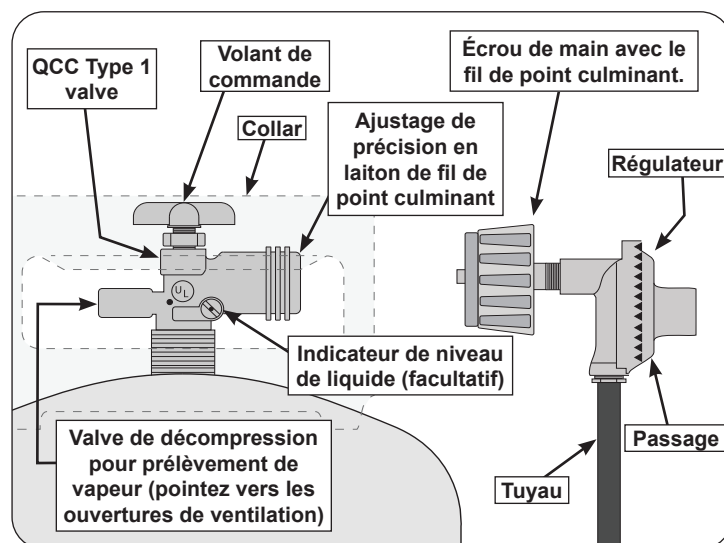

Fig. 8-1 Type coupleur de fil de point culminant d'I
- La bouteille utilisée doit comporter un collier pour protéger le robinet de la bouteille. Le système d'alimentation de la bouteille doit être conçu pour le retrait de la vapeur. Voir Fig. 8-1.
- Lorsqu'il est utilisé avec une bouteille, le système d'alimentation en gaz doit être utilisé avec un régulateur de pression. L'ensemble régulateur et le tuyau de pression (Fig. 8-1) fourni avec cet appareil de gaz à l'extérieur (**certaines modèles LP seulement**) doit être utilisé. Les régulateurs de pression d'origine et de remplacement et les ensembles de tuyaux doivent être ceux spécifiés par le fabricant pour la connexion avec un dispositif de connexion de bouteille identifié comme Type I par l'ANSI Z 21.58/CGA 1.6 et doivent être conformes à UL 144 en tant que partie du gaz propane autonome système d'alimentation (voir la liste des pièces pour les informations de commande).
Pour déconnecter: tournez l'écrou à main dans le sens antihoraire jusqu'à ce qu'il soit détaché (Fig. 8-1)